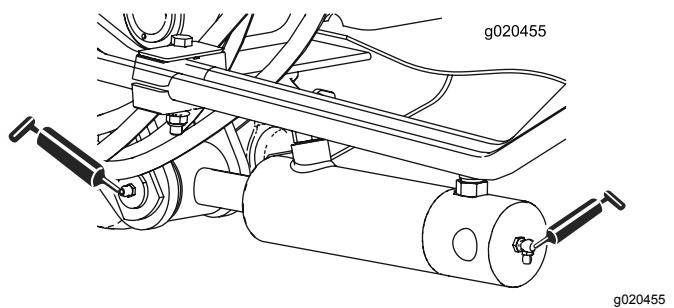

Figura 71
- 2 (su ciascun lato) boccole orientabili del cilindro del braccio di sollevamento (Figura 71)